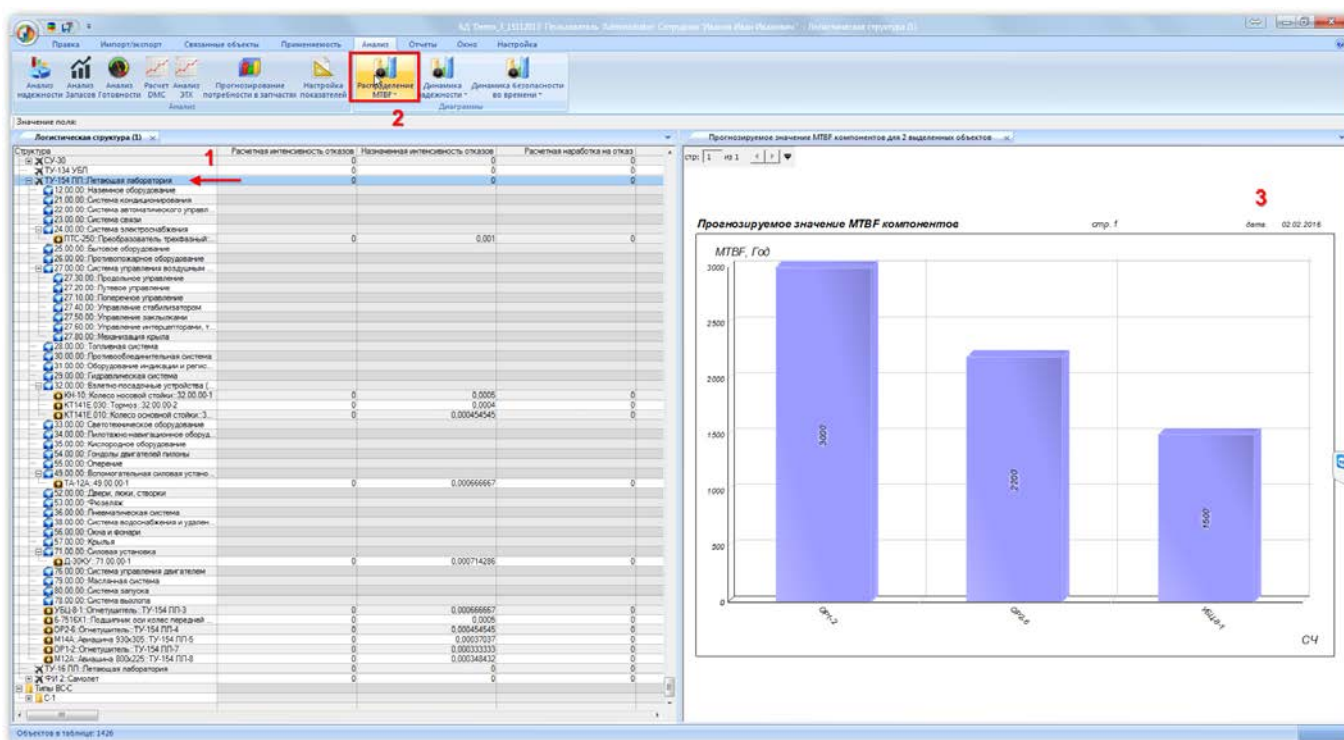

Рис. 13-551 – Построение диаграммы по надежности
3) Нажать кнопку «Распределение MTBF» панели «Диаграммы» на вкладке «Анализ» и выбрать пункт «Назначенные значения» (рис. 13-551).